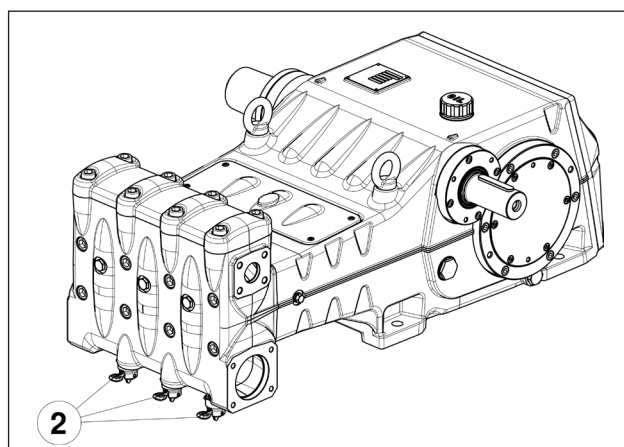
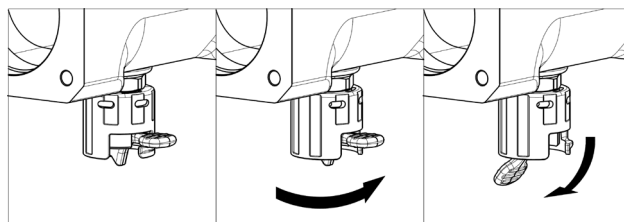

Fig. 9
Fig. 10
In caso di stoccaggio prolungato o inattività per lungo periodo occorre ripristinare il corretto funzionamento delle valvole di aspirazione aprendo i tre dispositivi alzavalvola (vedere pos. ② Fig. 9). Accertarsi di aver richiuso le valvole prima dell'avviamento della pompa. Per le posizioni di "lavoro" e di "riposo" vedere Fig. 10.